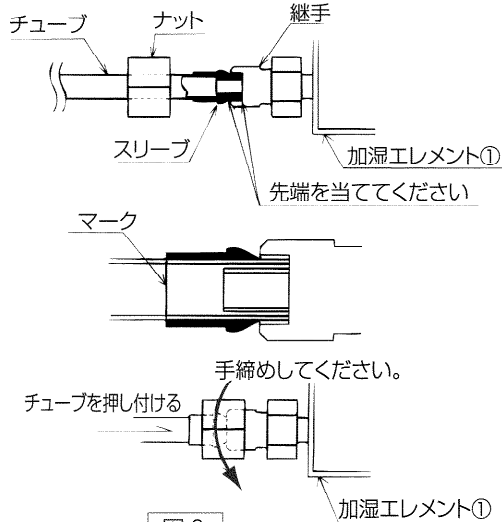

図8
- (ア) チューブを加湿エレメント継手にはめ込み、チューブ先端とスリーブが継手に当たるように押し込んでください。その後、チューブにマークを付けてナットを手締めしてください。…図8